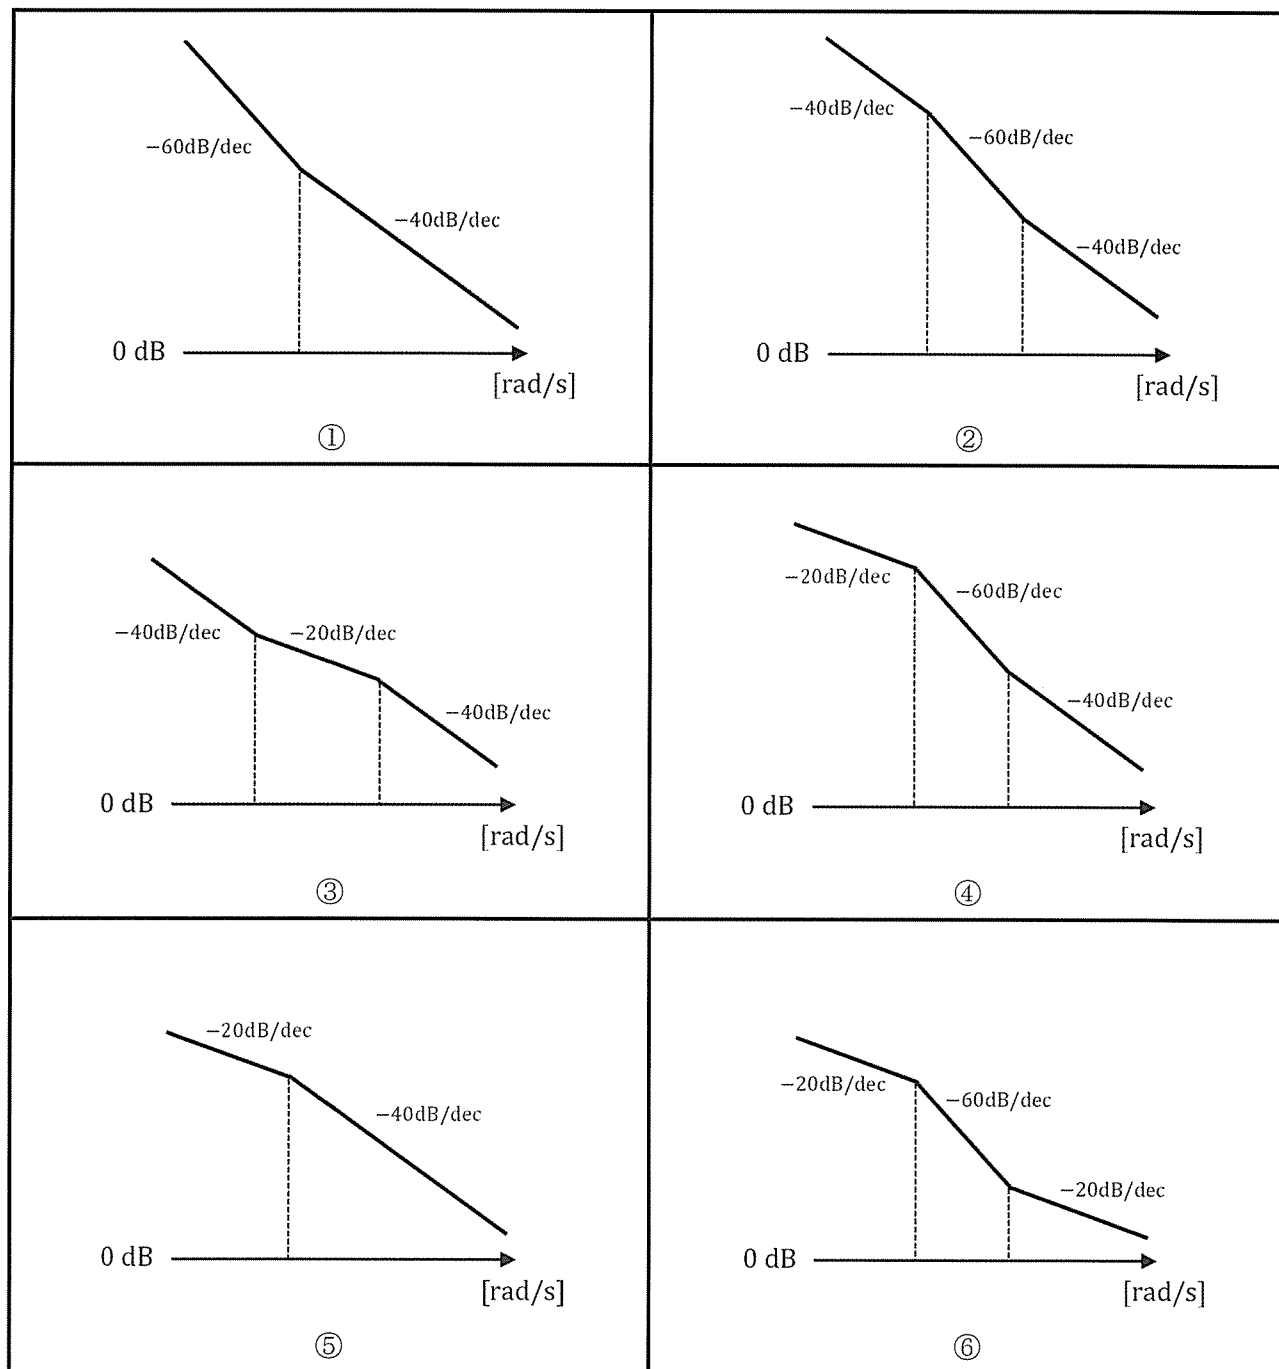

図2
III 伝達関数  $G(s)$  は、極を3つ、零点を1つ持つとする。ただし、極および零点はすべて非正の実数であり、極零相殺は存在しないものとする。このとき、伝達関数  $G(s)$  のゲイン線図（折れ線近似）として不適当なものを図2の①～⑥から2つ選択せよ。なお、横軸は対数目盛であり、図示されていない折れ点周波数は存在しないものとする。
I 水平面と  $\theta$  の角度をなす斜面の上に、円板（質量  $M$ 、半径  $R$ ）があり、円板の重心に、斜面に平行な力  $P$  が作用し、円板が支えられ、図 1 のような配置で平衡状態にある。力  $P$  を取り除くと、図 2 のように、斜面に沿って、滑ることなく転がり落ち、斜面をちょうど 3 回転した。このとき、次の (1) ~ (6) の問いについて答えよ。ただし、重力加速度を  $g$ 、円板が斜面から受ける静止摩擦力を  $f$ 、半径  $R$  で質量  $M$  の円板の重心を通り、円板に垂直な軸に関する慣性モーメントは、 $I_G = MR^2/2$  で与えられる。斜面の長さは、円板が 3 回転するのに対して十分長く、斜面の状態は均一である。
- (1) 円板がまさに転がり落ちようとするとき、転がり落ちるのを防ぐために必要な力  $P$  を、 $M$ 、 $g$ 、 $\theta$ 、 $f$  を用いて示せ。
- (2) 円板が滑らずに斜面を転がり落ちているとき、重心の加速度  $a_G$  と重心周りの角加速度  $\alpha$  の関係式を、 $R$  を用いて示せ。
- (3) 円板が滑らずに斜面を転がるための静止摩擦係数  $\mu$  の条件を、 $\theta$  を用いて示せ。